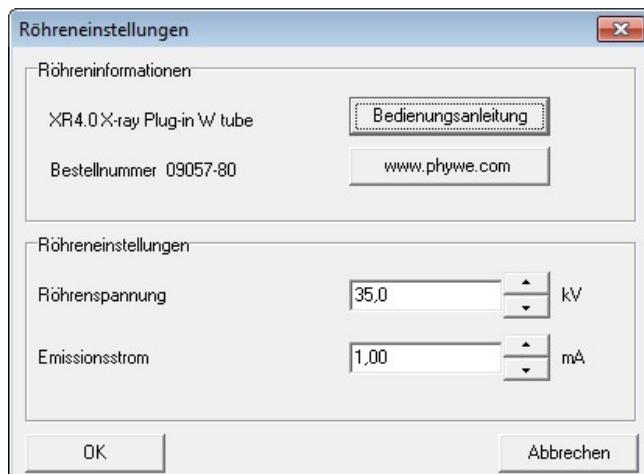

Abb. 6: Einstellung der Spannung der Stromstärke
- Wenn Sie auf die Röntgenröhre klicken (siehe rote Kennzeichnung in Abb. 5), können Sie Spannung und Strom der Röntgenröhre ändern. Wählen Sie die Einstellungen wie in Abb. 6 angegeben.